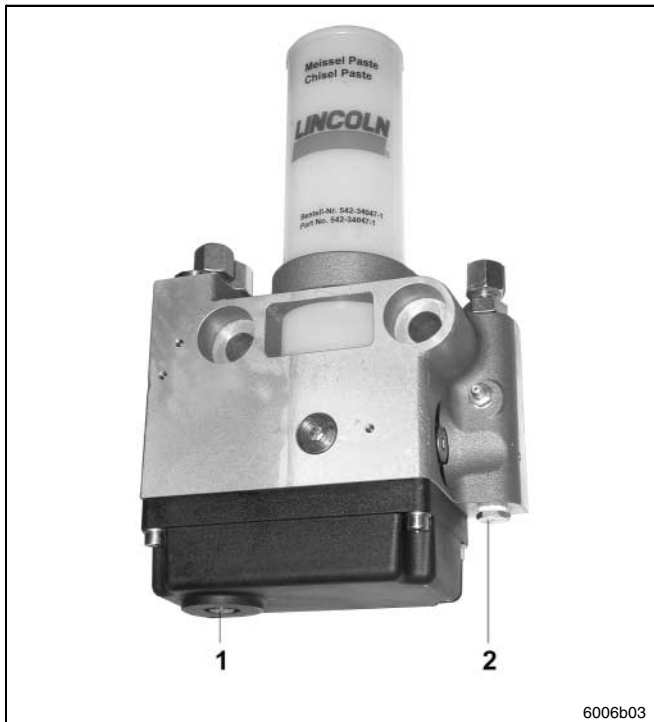

Fig. 4 Contrôle du fonctionnement
Une tige d'entraînement fixée sur le moteur pas à pas met l'arbre à excentrique (fig. 4, pos. 1) en rotation en même temps que l'excentrique au moyen d'une roue libre. L'élément de pompe est ainsi contraint de refouler le lubrifiant.
L'arbre à excentrique (fig. 4, pos. 1) installé sur le couvercle du carter sert au contrôle du fonctionnement. Si l'arbre à excentrique tourne dans le sens horaire, cela signifie que l'élément de pompe transporte le lubrifiant.
*Protéger la pompe de lubrification au moyen d'une soupape de limitation de pression (fig. 4, pos. 2).*